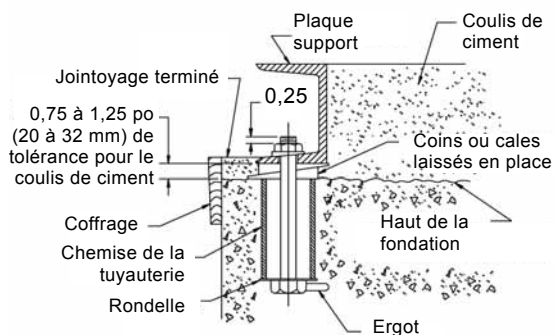
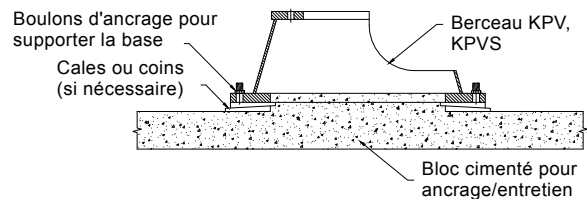

Fig. 5 Installation du boulon d'ancrage KP
Fig. 6 Installation du boulon d'ancrage KPV, KPVS
3. Placer des boulons d'ancrage dans les manchons de tuyaux en tenant compte du positionnement. Voir fig. 5 et fig. 6.
6. Construire un coffrage autour de la fondation en béton et verser le coulis de ciment à l'intérieur et autour de la plaque de base. Voir fig. 5 pour le modèle KP et la fig. 6 pour les modèles KPV, KPVS. Le coulis de ciment compensera les irrégularités de la fondation, répartira le poids de la pompe et empêchera son déplacement.